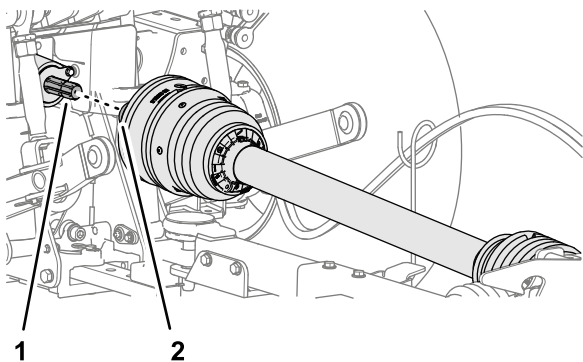

図 26
2. 駆動シャフトのクイックコネクトカップリングを、PTO の出力シャフトに合わせる図 26。